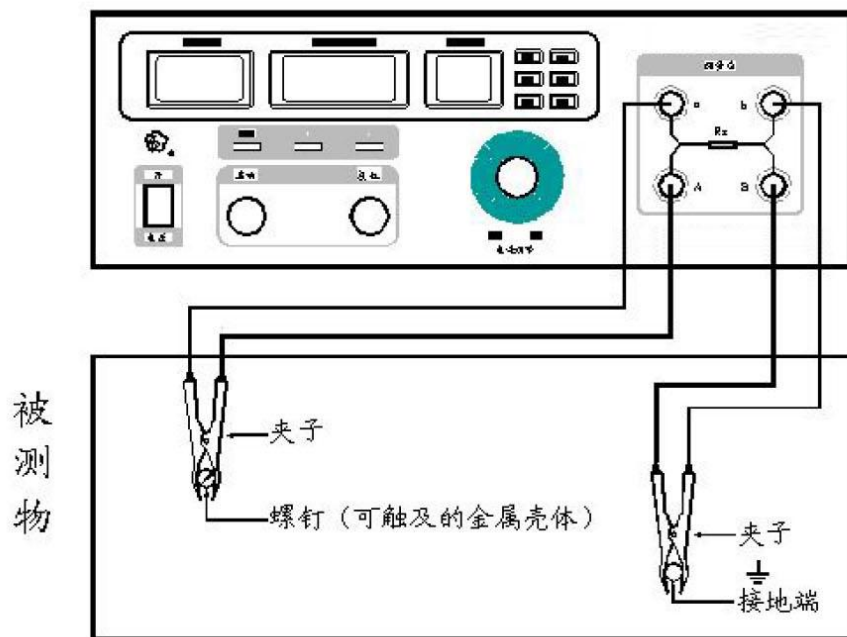
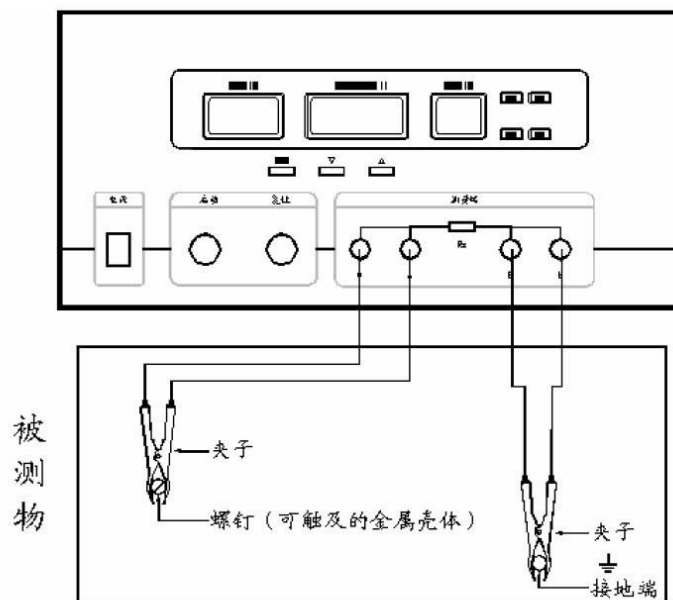

图 4 TD2676 接线图
图 5 TD2676A 接线图
5.3.2 按图4或图5正确接线。将一副（二组）测试线，红线组中粗、细测量棒一端分别插入测试仪“A”、“a”测量端上（粗线对“A”，细线对“a”）；黑线组中粗、细测量棒一端分别插入测量仪“B”、“b”测量端上（粗线对“B”，细线对“b”），测量线另一端的夹子分别接被测设备保护可触及的金属壳体 and 接地端。